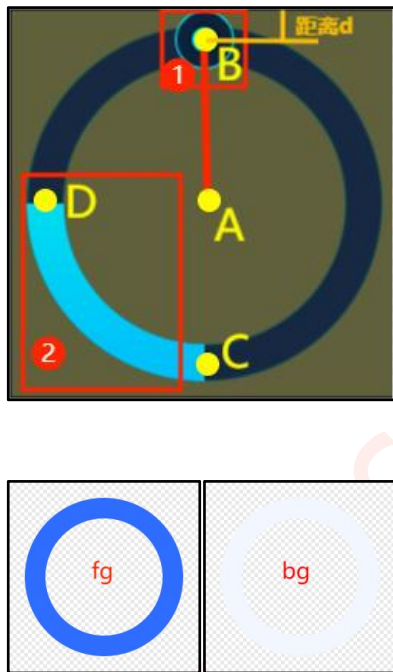

图 6-7：环型触控举例
**foreground:** 前景图（滑动后显示），如图 6-7 中间蓝色圆环。
**background:** 背景图（滑动前显示），如图 6-7 白色圆环。前景图和背景图宽高需一致。
**slideButton:** 滑动按钮，如图 6-7 标注 1 所示；滑动按钮的中心点到前景图（或者背景图）边缘的距离应当大于滑动按钮的图片的半径，如图 6-7 的距离 d 应当大于滑动按钮图片的半径。
**slide\_R:** 环形滑条圆心到滑动图标圆心的距离，如图 6-7 中 A 点（圆心）到 B 点的距离，设置时只需要把按钮大致移动到滑动轨道中心即可，如图 6-8。
**touch\_R:** 触摸区域的半径，如图 6-7，以 B 为中心点，向内向外同时扩展 touch\_R 距离，作为触控区域，只有在触控区域滑动滑条才有效
**finalAngle:** 滑动的终止角度。如上图 6-7 所示，0°（360°）在 C 点，滑动的小图标顺时针旋转角度增加。起始角度不能大于结束角度，角度设置只能顺时针方向（0° ≤ 起始角度 < 终止角度 ≤ 360°），不能逆时针方向设置。
- (1) 左对齐：数字左上角 X 坐标与 promptNum\_X 重合；
- (2) 居中对齐：数字中间位置的 X 坐标与 promptNum\_X 重合；
- (3) 右对齐：数字右上角 X 坐标与 promptNum\_X 重合。